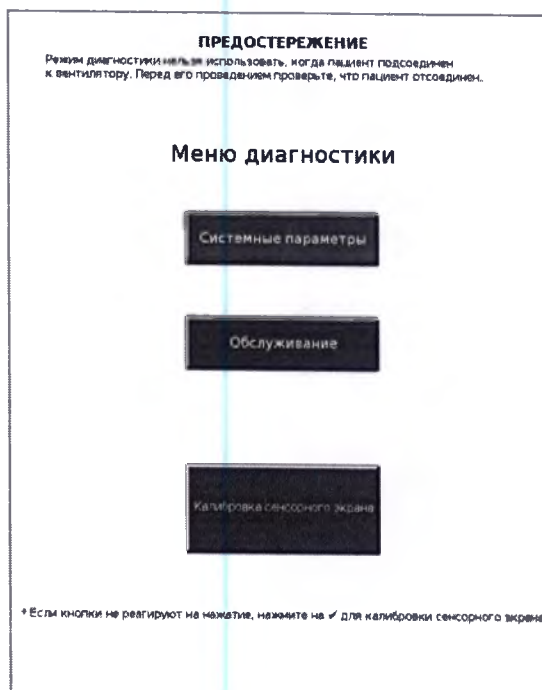

Рисунок E-1: Окно Меню диагностики
- 3 В течение пяти секунд отпустите и снова нажмите кнопку Принять. Откроется окно Меню диагностики (рис. E-1).